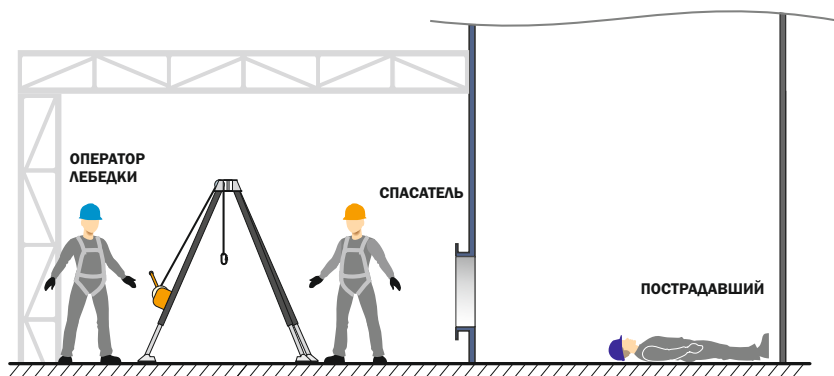

Рис. 14 Установка треноги.
4. Установить треногу в вертикальное положение, раздвинуть опоры в стороны на необходимый диаметр (рис. 14).